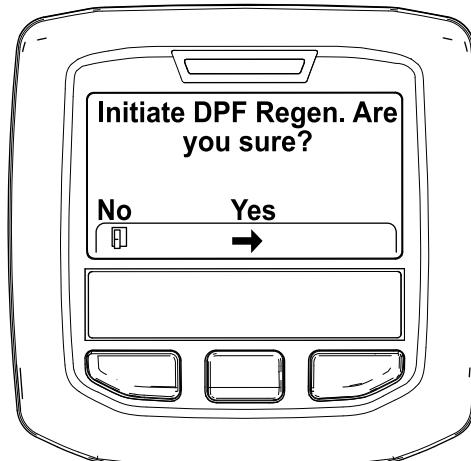

Figura 45
4. Quando surge a mensagem "Initiate DPF Regen. Are you sure?" (Iniciar Regen. DPF. Tem a certeza?), prima o botão central (Figura 45).